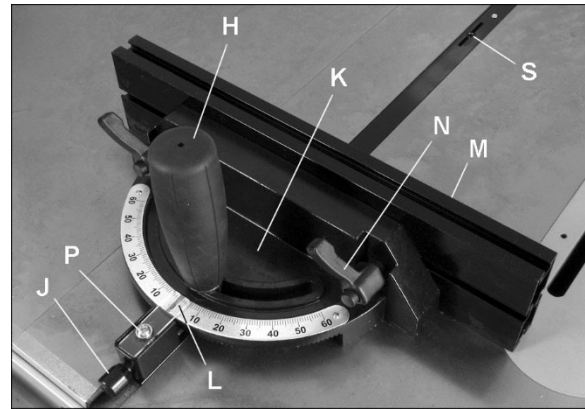

Figura 8-2
2. Afloje la manija de traba (H, Figura 8-2) girándola hacia la izquierda.
3. Tire hacia afuera de la perilla cargada por resorte (J) y gire la perilla hasta que el cuerpo (K) del calibre de inglete esté al ángulo deseado según se indica en la escala.
4. Apriete la manija de traba (H).
La guía del calibre de inglete (M, Figura 8-2) puede ajustarse deslizándola a la derecha o a la izquierda, o retirarse completamente.
2. Fije el calibre de inglete a 90° con respecto a la hoja (ajuste de 0° en la escala) aflojando la manija de traba (H, Figura 8-2) y tirando después hacia afuera de la perilla cargada por resorte (J) y girando el cuerpo (K) hasta que se indique 0° en la escala.
NOTA: La barra del calibre de inglete tiene dos ranuras con tornillos de presión (S, Figura 8-2). Ajuste estos tornillos de presión para eliminar cualquier juego entre barra y ranura de inglete.